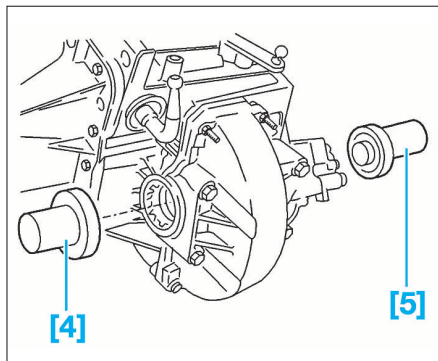

FIG. 5
- Remplacer systématiquement les joints à lèvres en utilisant les tampons de montage [4] et [5] (tampons de montage des joints à lèvres de sortie de pont (Fig.5).